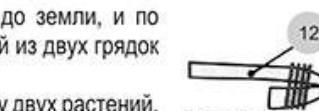

Рис. 5
Последний Разветвитель(10) устанавливается максимально близко к концу Шланга (12). Не допускается провисов, перегибов, переламываний всех Шлангов (!).(рис. 3). Конец Шланга (12) необходимо тщательно заделать (заглушить): переломите конец шланга, плотно перемотайте его крепкой ниткой (см. рис.5). Вода вытекать из конца шланга (12) не должна!